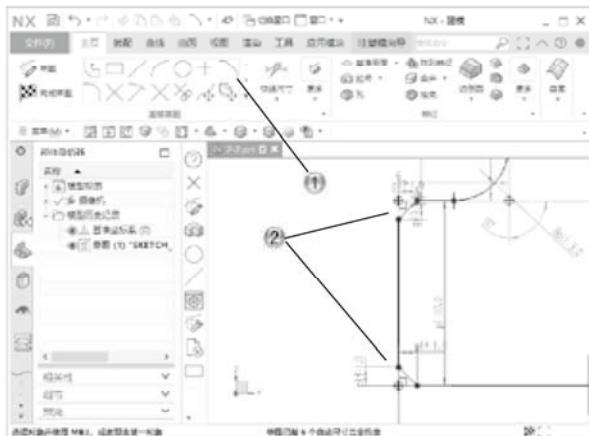

图 2-60
- ① 单击【主页】选项卡中的【倒斜角】按钮 C ，如图 2-60 所示。
② 在绘图区中，创建距离为 1 的对称斜角。